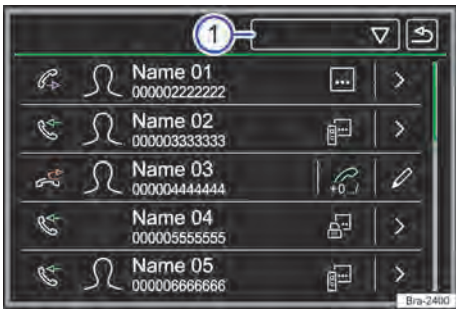

Fig. 178 Menú Llamadas (listas de llamadas).
Tocar el botón de función **☐** → fig. 178 ①.